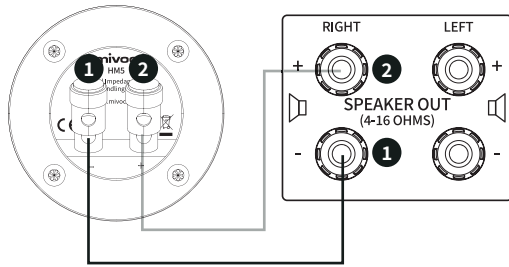

Abbildung 6. HM5 - Anschluss an einen Verstärker.
- 1 Verbinde den Minus (-) Anschluss des HM5 mit dem Minus (-) Anschluss eines Verstärkerausgangs (Abbildung 6 zeigt beispielhaft den rechten Ausgang).